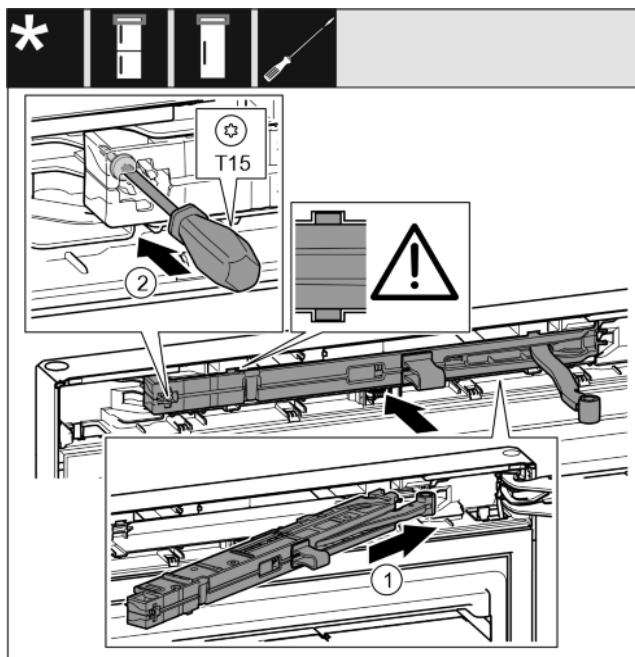

Fig. 38
- ▶ Jednotku tlmíča uzatvárania zasuňte na strane ložiskovej konzoly až na doraz šikmo do vybrania. Fig. 38 (1)
- ▶ Skrutkovačom T15 pevne zaskrutkujte skrutku. Fig. 38 (2)